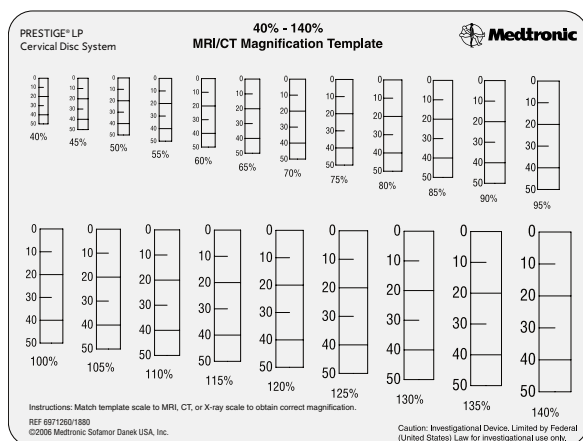

Figura 1a
Use tomografia computadorizada (TC) ou imagem de ressonância magnética (RM) para que as fatias fiquem paralelas às placas terminais do corpo vertebral, determine a menor das duas placas terminais do corpo vertebral no espaço do disco-alvo. É preferível o uso de uma imagem TC. Não inclua esporões ou cristas que serão removidas no processo subsequente de raspagem/descompressão. Determine o fator de ampliação da imagem usando o Conjunto de Gabaritos de Disco Cervical Prestige LP (Figura 1a). Escolha o gabarito da prótese correspondente ao fator de ampliação medido e siga as instruções no gabarito para selecionar o tamanho da prótese (Figura 1b). Esse processo de modelagem determinará a pegada apropriada do implante, mas não a altura (Figuras 1c e 1d).